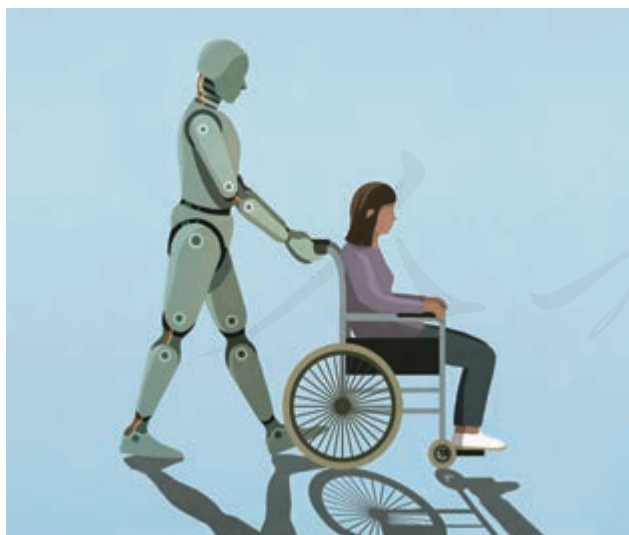

图1-19 能够照顾病人的机器人“护士”
(1) 第一定律的核心是“安全”，换句话说，我们可以信赖机器人，因为它是人类制造的。机器人是为了人类具有忠实的朋友伙伴而制造的，它绝对不会伤害人类，在困难和危险面前应该挺身而出拯救人类，而不是放任不管。图1-19是能够照顾病人的机器人“护士”。另外，为了防止机器人失控，机器人身上应该始终有一个关闭开关，人类在紧急情况下随时可以让机器人“休克”。